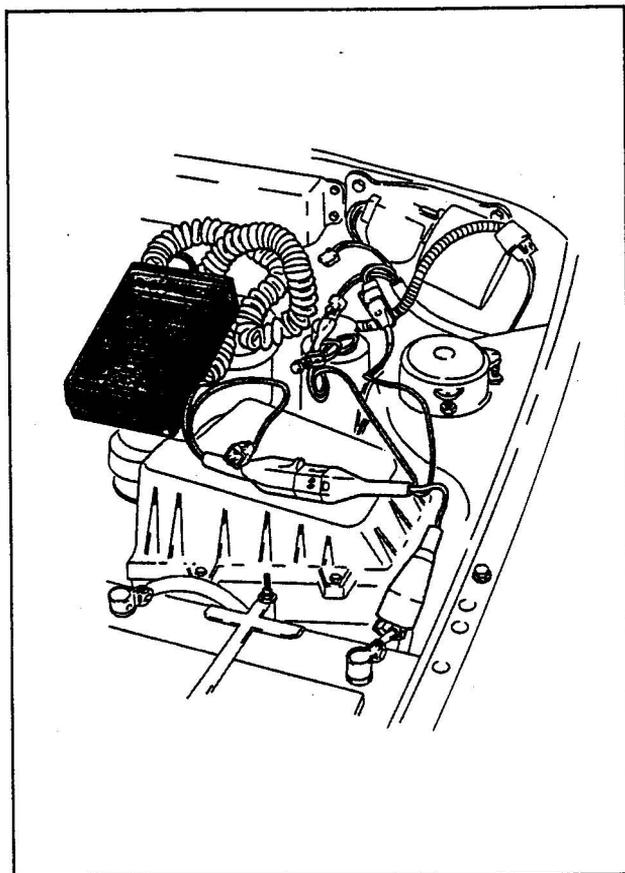

Bild 29/15
- Bild 29/15 zeigt den bereits angeschlossenen STAR-Tester mit der Nr. 007-00041-A. Zum Lieferumfang gehört das benötigte Adapterkabel mit der Nr. 007-00036.